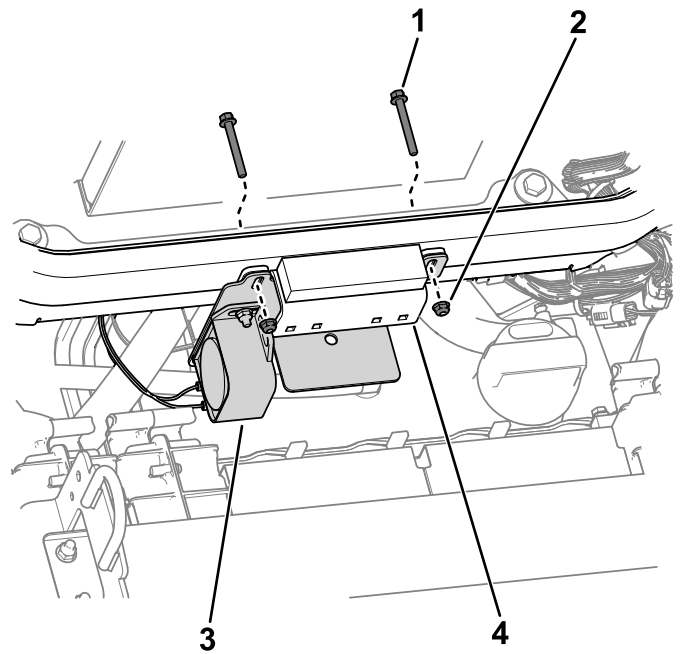

**Figura 2**
2. Utilize as porcas existentes no alarme para prender os terminais de anel da cablagem ao alarme (Figura 2).